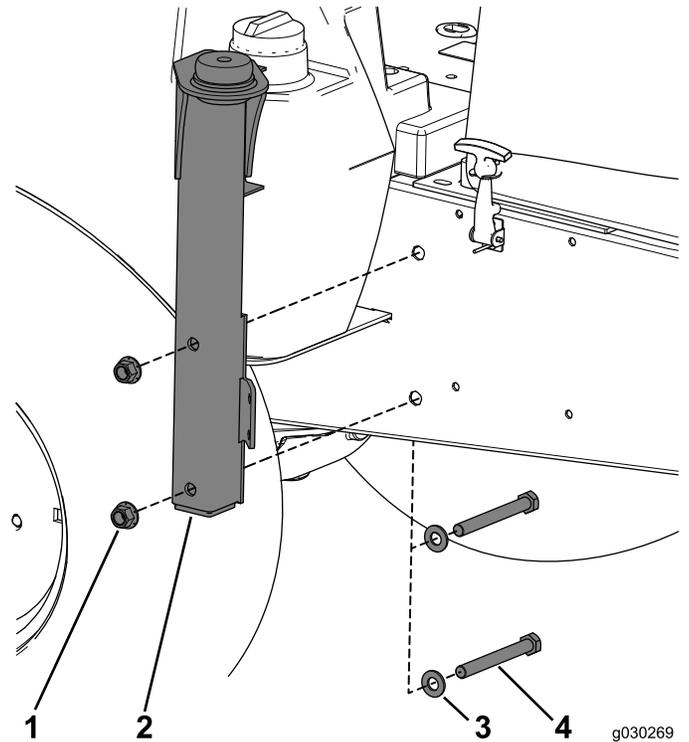

Bild 19
1. Befestigen Sie die linke Befestigung mit zwei Schrauben (1/2" x 4-1/2"), zwei kleinen Scheiben und zwei Sicherungsmuttern an der Maschine (Bild 19).